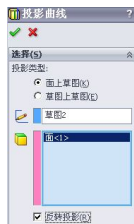
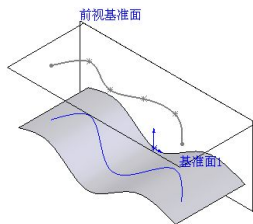

图 7-11 【投影曲线】的属性设置
图 7-12 生成投影曲线
(6) 单击【曲线】工具栏中的【投影曲线】按钮或者选择【插入】|【曲线】|【投影曲线】菜单命令，系统弹出【投影曲线】属性管理器。在【选择】选项组中，选择【面上草图】投影类型。单击【要投影的草图】选择框，在图形区域选择第(4)步绘制的草图，单击【投影面】选择框，在图形区域选择第(2)步生成的拉伸曲面，启用【反转投影】复选框，确定曲线的投影方向，如图 7-11 所示。此时在图形区域可以预览生成的投影曲线，单击【确定】按钮，生成投影曲线，如图 7-12 所示。